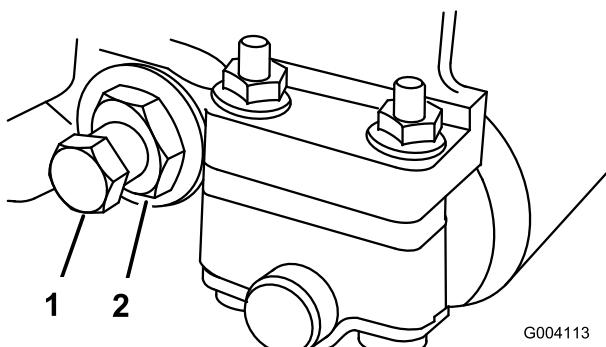

Figura 57
2. Avvitate il dado di tensionamento della molla finché la rondella non è più tesa contro la barra di appoggio (Figura 57).
3. Allentate, da ciascun lato della macchina, il controdado che fissa il bullone della barra di appoggio (Figura 57).